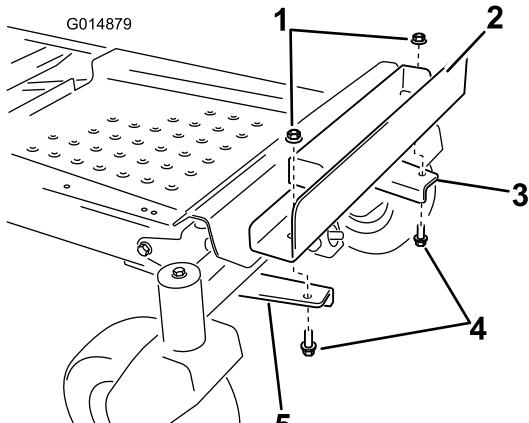

Figura 8
5. Instale la bandeja del peso en los soportes de montaje (Figura 8). Alinee los taladros exteriores de la bandeja con los soportes de montaje instalados anteriormente. Asegúrese de que la bandeja esté centrada sobre el bastidor. Sujete con dos pernos (3/8 x 1 pulgada) y dos contratuerca (3/8 pulgada).